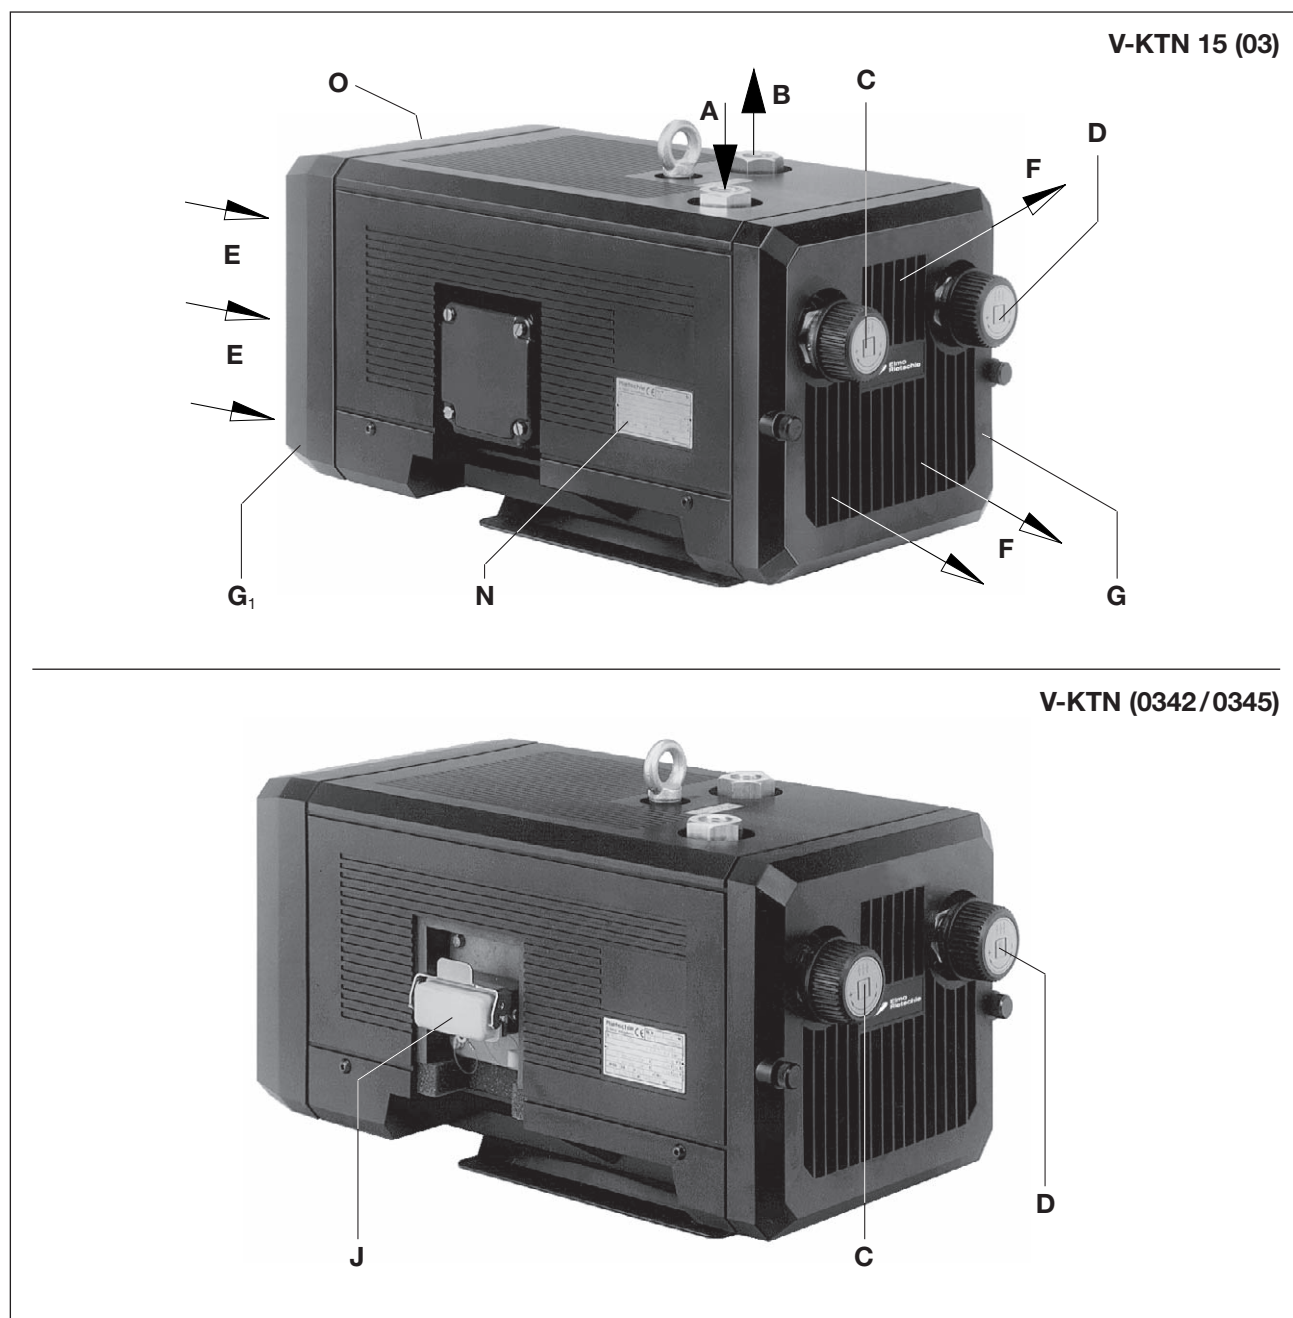
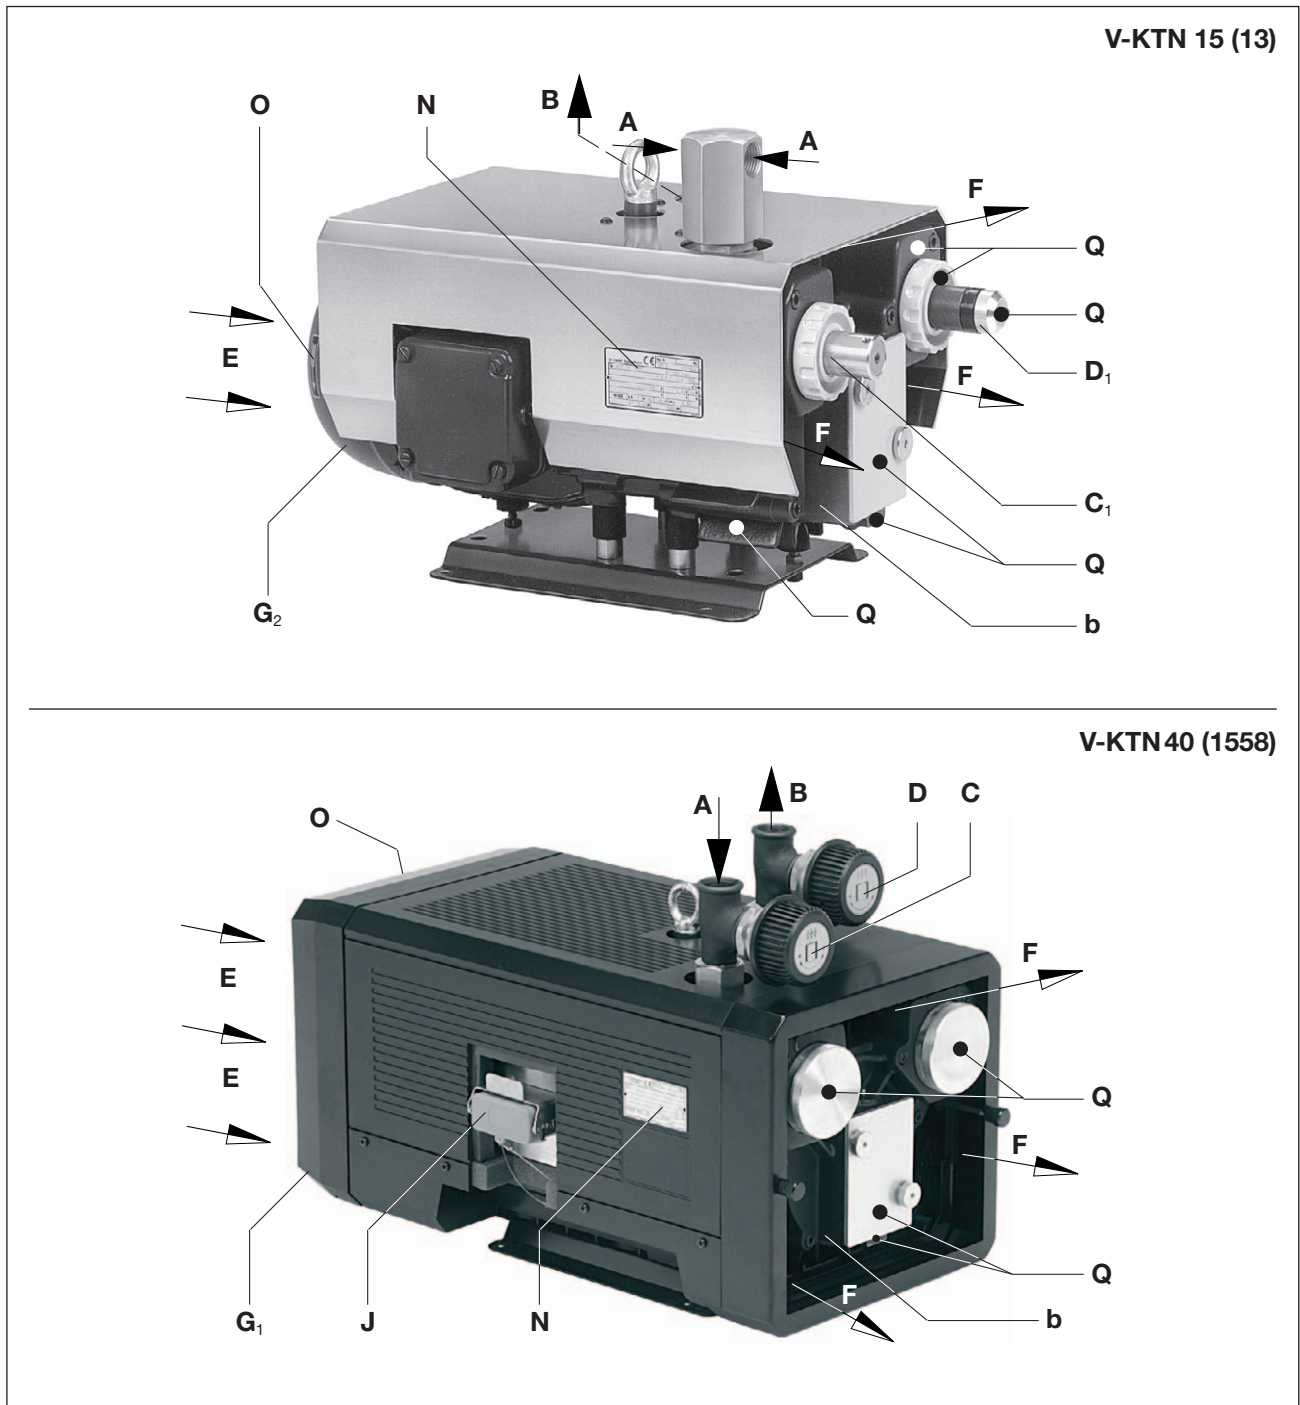

Fig. 2 Pompe pression-vide V-KTN (03)
Fig. 3 Pompe pression-vide V-KTN (13) / V-KTN (1558)
Les appareils V-KTN (01 → 06) et (08 → 10) sont placés sous un capot plastique silencieux. Ce capot silencieux abrite également un ventilateur assurant le refroidissement. La valve de réglage du vide (fig. 2/C) et la valve de réglage de la pression (fig. 2/D) permettent le réglage du vide et de la pression sur les valeurs (plafonnées) désirées.
Le modèle V-KTN (13) est placé sous un capot en tôle. Le refroidissement est assuré ici par le motoventilateur. Le V-KTN (13) est doté côté aspiration d'un clapet de sécurité du vide (fig. 3/C1) et côté surpression d'un limiteur de surpression (fig. 3/D1).
Le débit volumétrique nominal est de 15, 25 et 40 m³/h pour 50 Hz. Les limites de charge tant côté aspiration que surpression (bar) sont indiquées sur l'étiquette caractéristique (fig. 2/N). Le volume engendré en fonction de la surpression est donné sur la fiche technique D 480.
Le démontage de la grille de refoulement (fig. 2/G), de la grille d'aspiration (fig. 2/G1) et du couvercle de corps (fig. 3/b) aux fins de maintenance nécessite un dégagement d'au moins 30 cm. Il convient également de veiller à ce que les entrées d'air de refroidissement (fig. 2/E) et les sorties d'air de refroidissement (fig. 2/F) soient au moins à 10 cm de la paroi voisine (l'air de refroidissement refoulé ne doit pas être réaspiré).
- a) Raccordement du vide à (fig. 2/A) et raccord de refoulement à (fig. 2/B).
Les plages de surpression et de vide se règlent au moyen de la valve de réglage de la pression (fig. 2/D) et de la valve de réglage du vide ((fig. 2/C) selon le symbole placé sur le bouton.
- a) Les données électriques du moteur sont indiquées sur la plaque signalétique de l'appareil (fig. 2/N) ou sur celle du moteur. Les moteurs sont conformes à la norme DIN EN 60034 et ils sont exécutés dans la classe de protection IP 55 et la classe d'isolation F. Le schéma de raccordement se trouve dans la boîte à bornes du moteur (ceci ne concerne pas les exécutions avec prise). Vérifier que les données électriques du moteur sont bien compatibles avec le réseau (type de courant, tension, fréquence, intensité admissible).
- b) Relier le moteur à la prise (fig. 2/J) ou au disjoncteur (pour sa protection) et bloquer le câble d'alimentation par un presse-étoupe. Nous recommandons un disjoncteur à coupure temporisée pouvant supporter une éventuelle surintensité. Lors d'un démarrage à froid, une éventuelle surintensité peut se produire momentanément.
En fonctionnement normal, les températures de surface pour les éléments (fig. 2/Q) peuvent dépasser les 70°C.
- ▷ Le sens de rotation préconisé de l'arbre d'entraînement est indiqué par la flèche d'indication du sens de rotation (fig. 2/O) située sur la bride du moteur.